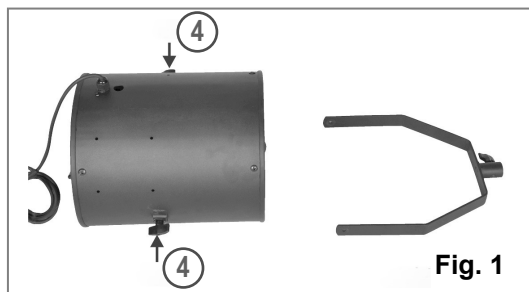

Fig. 1
- Plaats de beugel ((8) op de ventilatorhuis (1) en bevestig door de vleugelknop (4) zacht aan te draaien (Fig 1 en 2).
- Plaats de ventilator met de bevestigingsvoet (9) op een lampstatief en vergrendel door de knoppen (4) zacht aan te draaien.
- Regel de hellinghoek van de ventilator en zet vast met de vleugelknoppen (4) door ze zacht aan te draaien.
- Sluit de bijgeleverde kabel van 5m aan op connector (11) en op een contactdoos 230V.
- Schakel de ventilator AAN-UIT met schakelaar (7).
- Regel het luchtdebiet met regelknop (10).
- Placez l'étrier de fixation (8) sur l'enveloppe du ventilateur (1) et fixez en serrant doucement les boutons (4) (Fig 1 et 2).
- Placez le ventilateur avec le pied de support (9) sur un trépied lumière et verrouillez la molette en la serrant doucement.
- Ajustez l'angle d'inclinaison du ventilateur et fixez en serrant doucement les boutons (4).
- Branchez le câble fourni de 5m au connecteur (11) et à une prise 230V.
- Actionnez l'interrupteur (7) pour la mise en marche et l'arrêt du ventilateur.
- Ajustez le débit d'air avec le bouton de réglage (10).